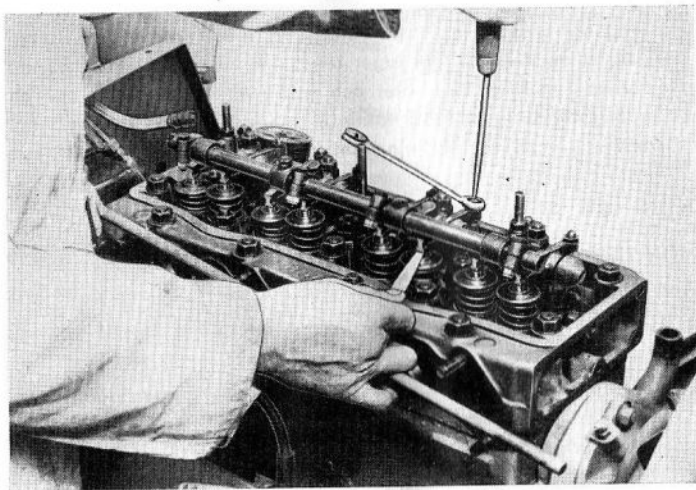

Bild 28.
7. Justera insugnings- och avgasventilernas spel till $.012''$ (0,305 mm) medelst vippornas justerskruvar och låsmuttrar, så som visas på bild 28.